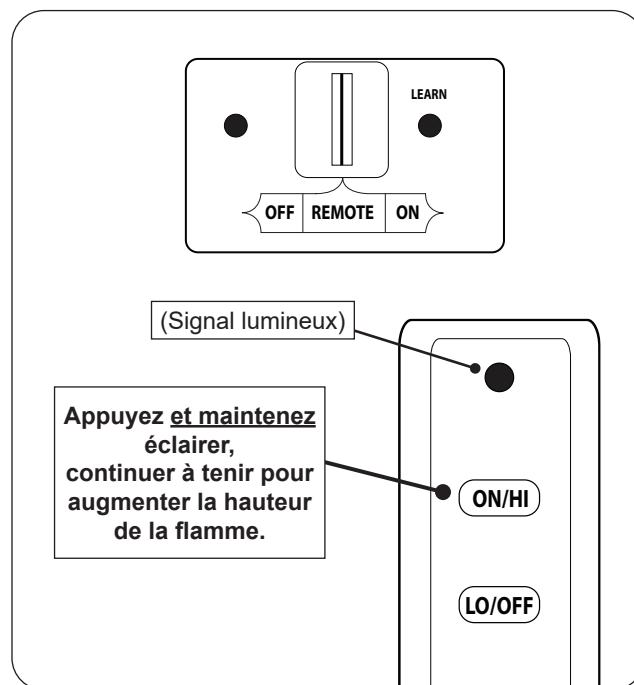

Fig. 63-1 Éclairage à distance
1. Assurez-vous que la veilleuse brûle. Localisez ensuite l'interrupteur à 3 positions sur le récepteur à distance et faites glisser l'interrupteur sur la position **REMOTE** (télécommande) (voir Fig. 63-1).
2. Localisez la télécommande et maintenez enfoncé le bouton **ON/HI** (sur/ haut) (voir Fig. 63-1). La séquence d'allumage commencera.